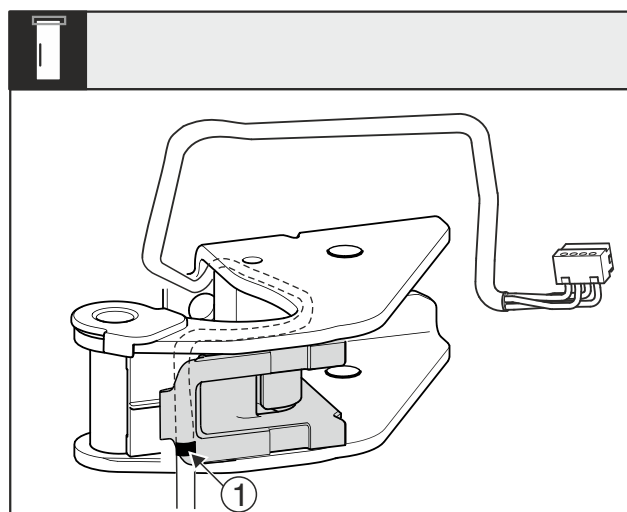

Fig. 28
- ▷ La marca central Fig. 28 (1) debe estar en el borde del portacables.